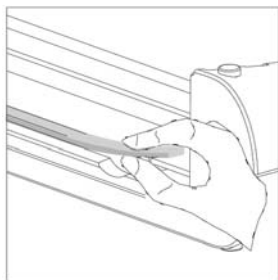

figura 6
- 2 Rimuovere il sistema a lama dalla rispettiva giunzione a maschio sfilandolo dal lato opposto (figura 6).